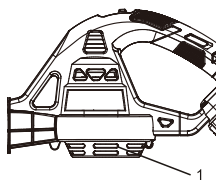

Fig. 9
1. Tournez le souffleur sur le côté droit (Fig. 9).
2. Enlevez soigneusement tous les débris de la grille d'aspiration d'air (1).